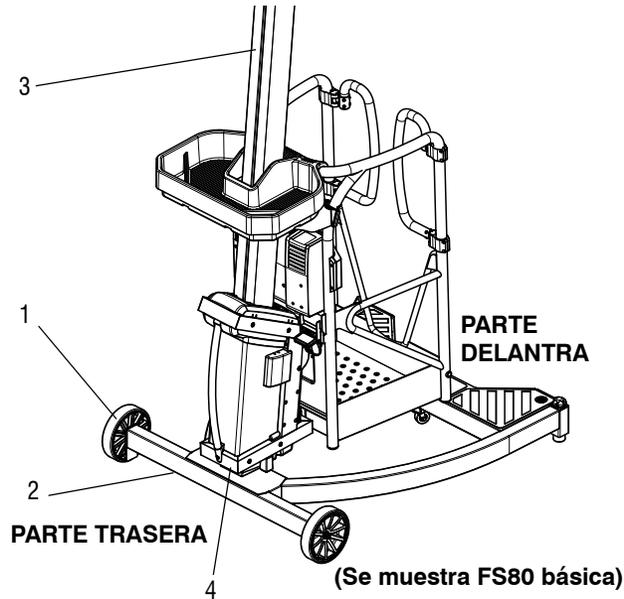

Figura 2-1. Inspección visual diaria
Iniciar la inspección visual en el punto uno (1) como se indica en el diagrama Figura 2-1. Continuar alrededor de la máquina revisando cada punto en secuencia para las condiciones listadas en la lista de verificación siguiente.